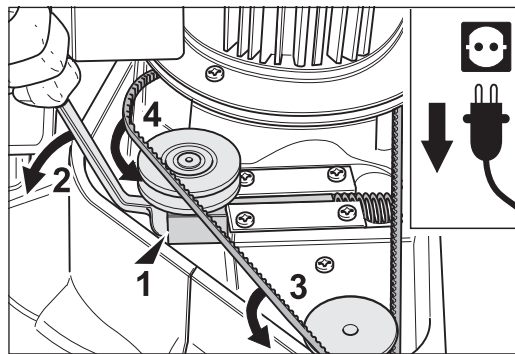

Fig. 52 Placez la clé polygonale sous le galet tendeur, repoussez le tendeur de courroie et mettez en place la courroie trapézoïdale dans la poulie de courroie.
- 4 Poussez le tendeur de courroie trapézoïdale avec la clé polygonale contre-coudée contre le ressort et placez la courroie dans la poulie de courroie du ventilateur et du tendeur de courroie. Vous pouvez libérer le tendeur de courroie lorsque la courroie trapézoïdale est en place (fig. 52).